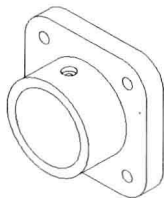

图 9-3-21
(21) 在“视图”面板中选择“俯视”视图，观察轮廓投影图形如图 9-3-21 所示。